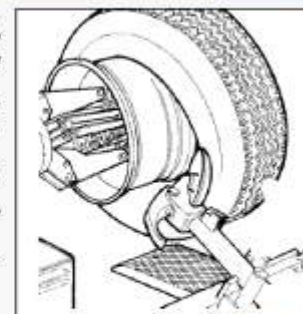

Рисунок 16
- 1) Если шина снимается легко, после освобождения бортиков проталкивайте отжимной диск шины, пока не покажутся оба бортика (см. рис. 16).